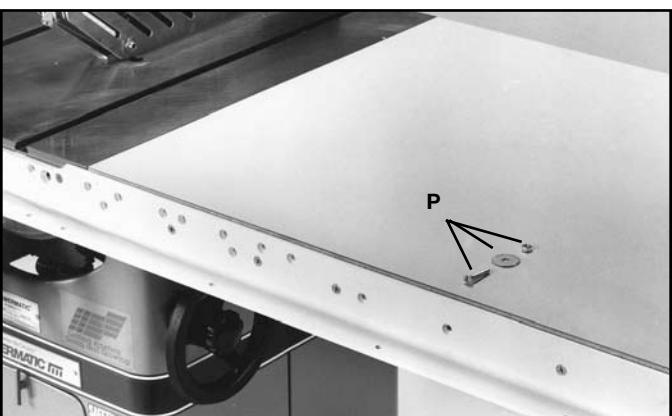

FIG. 21
13. Après le transpercage des trous à l'avant et l'arrière du bâti de la table, fixer les barres de guidage avant et arrière à la table, fig. 21, au moyen des longues vis à tête plate de 1/4-20 x 1 1/2 po (6 mm-20 x 38 mm), rondelles protectrices et écrous hexagonaux (P) fournis.